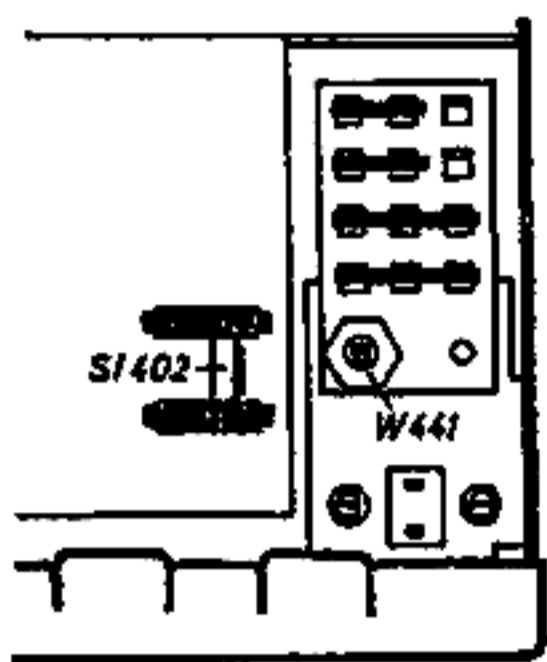

Abb. 9
- Heizkreis und Ausgangstrafo nach Abb. 9 und 10 oder 11 und 12 umschalten.
Kurzschlußbrücke von Kontakt A nach E und D nach F einlöten, siehe Abb. 9, 10 u. 13.
Wird das Gerät falsch angeschlossen, schlägt die Sicherung Si 402 (Abb. 9) zum Schutz der Transistoren durch. Als Ersatz darf nur eine 1,6 A Sicherung mittelträge eingesetzt werden. Bestell-Nr. der Sicherung: SG 702/17n.